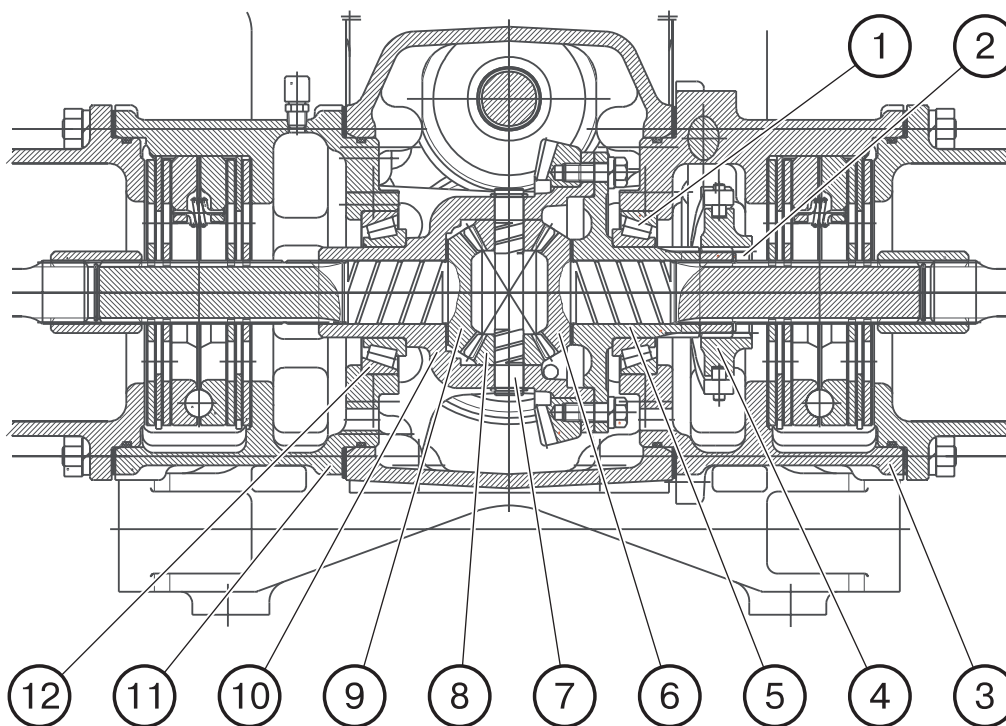
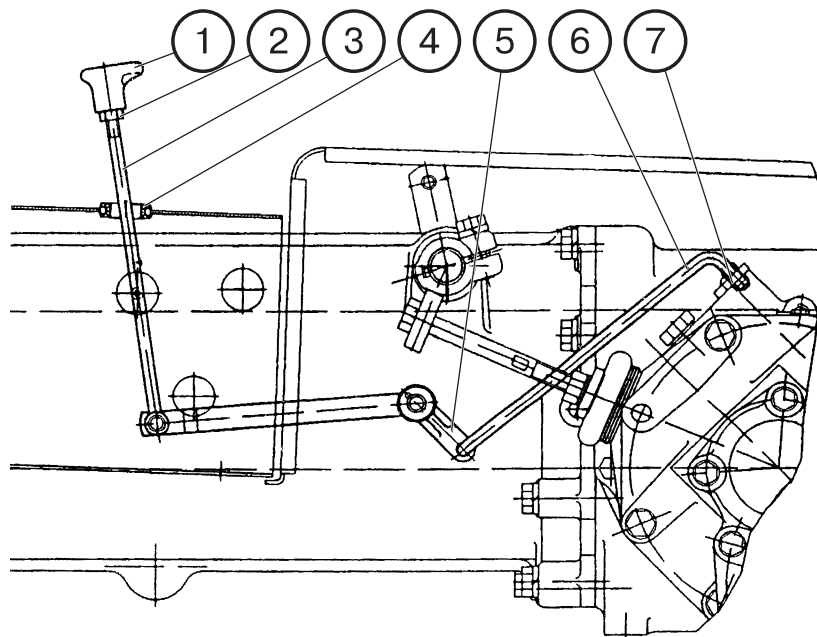

Рис. 22. Дифференциал
Рис. 23. Управление блокировкой дифференциала
**Дифференциал** состоит из корпуса 10 (рис. 22), крышки 5, полуосевых шестерен 6, 9 и двух сателлитов 8, установленных в корпусе на оси 7. Дифференциал установлен на конических роликовых подшипниках 1, 12 в корпусах тормозов 3, 11. Подшипники дифференциала 1, 12 регулируются с натягом до получения момента проворачивания дифференциала (без зацепления с ведущей шестерней главной передачи) 3... 5 Н·м после предварительного проворачивания дифференциала на 4-5 оборотов.
Для повышения проходимости трактора дифференциал имеет принудительную блокировку, включение которой осуществляется подвижной муфтой 4 (рис. 22) путем соединения левой полуосевой шестерни 6 дифференциала через втулку 2 с крышкой 5 дифференциала.
**Управление блокировкой дифференциала** осуществляется перемещением рукоятки 1 (рис. 23) вверх-вниз, при этом через систему тяг и рычагов перемещается подвижная муфта 4 (рис. 22) включения блокировки.
При нижнем положении рукоятки 1 (рис. 23) блокировка дифференциала выключена, при установке ее в верхнее (фиксированное) положение дифференциал заднего моста заблокирован.